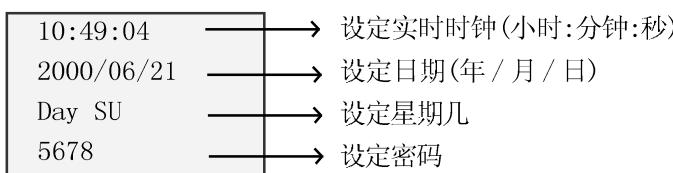

图 4. 21 密码设定画面
2. 在图 4. 20 所示画面状态下。按“→”键，则FAB 中的程序键按照 B01, B02 的顺序读出。
设定画面显示如图 4. 21，该设定画面可以为您所编辑的FAB 功能程序设定密码及系统实时钟，当您需要修改该控制功能时，需要正确输入该密码后方可进入编辑修改状态。(注：FAB 出厂时，密码为 0001) 该项功能也即FAB 的密码锁功能。